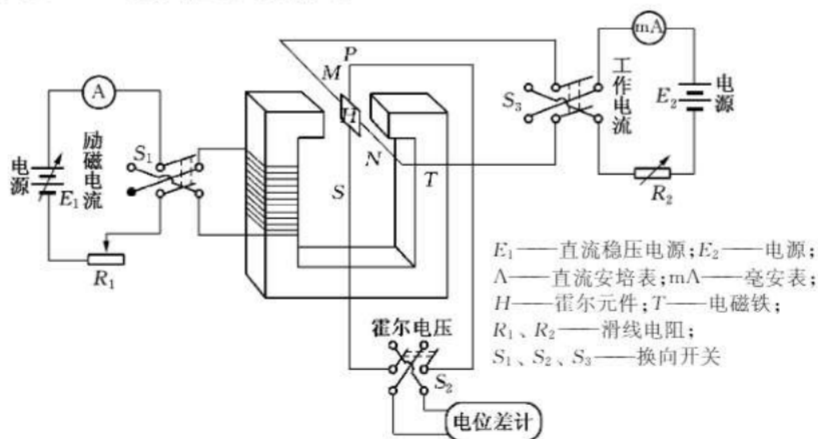

图 11-2 实验电路图
1) 本实验的任务是测量电磁铁空气隙处的磁感应强度并观察霍尔电位差 U_H 随控制电流的变化。测量仪器分集成式和组合式两种。集成式采用数字测量技术,接线与测量均较简单,详见仪器说明书。这里着重介绍组合式,即用 UJ31 型电位差计测量的方法。其中,电磁铁的励磁电流由稳压电源提供。霍尔片的控制电流由于电池提供。 R_1 、 R_2 为电阻箱。霍尔片控制电流的大小 I 由串联的毫安表指示。霍尔电位差 U_H 用 UJ31 型电位差计测量。电路中的双刀换向开关合向不同的方向时,可改变电流的方向,实验时请注意观察开关的结构。图 11-2 是实验的电路图。
1) 按图 11-2 连接电路,经教师检查后再接通电源(此前所有电源只接一条线。注意:霍尔效应测磁场仪接线板上的 I_H 、 U_H 分别是霍尔电流、电压)。
2) 按图 11-2 接线, 注意电源和电池的极性。将标准电池、蓄电池接到电位差计上。